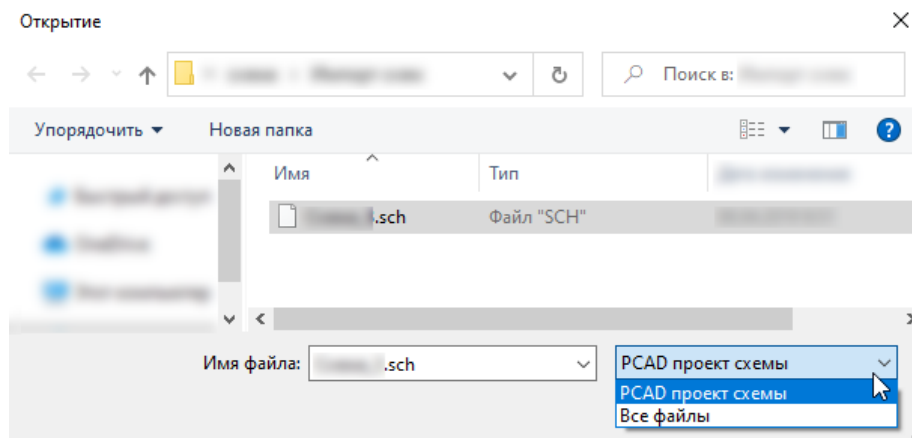

Рис. 21 Выбор файла схемы
- В открывшемся окне проводника выберите файл с соответствующим расширением, Рис. 21, и нажмите «Открыть».